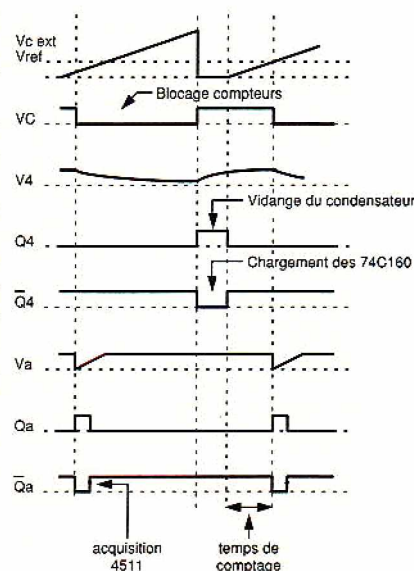

Figure 19
- Enfin, V_c permet d'obtenir les signaux Q_4 de remise à zéro de C_{ext} et $\bar{Q}_4$ de chargements des compteurs. Quand $t = 0$, on place dans les compteurs une valeur N déterminée par des commutateurs extérieurs afin que si $C_{ext} = 0$, il y ait compensation de la capacité résiduelle, et que l'on ait zéro à l'affichage. La **figure 19** donne les chronogrammes à obtenir. Il est bien évident que la valeur de N ne peut être déterminée a prio-